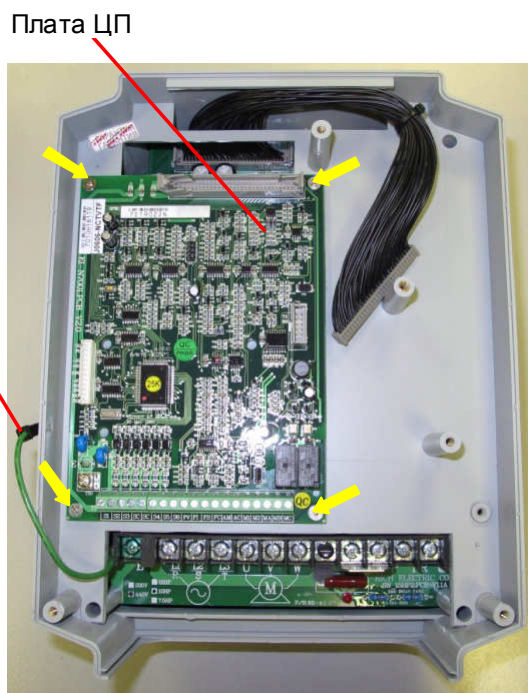

Рис. 6.6
6.4.3. Выкрутить четыре винта (рис. 6.6, желтые стрелки), демонтировать плату ЦП. Положить плату ЦП и винты в тару.